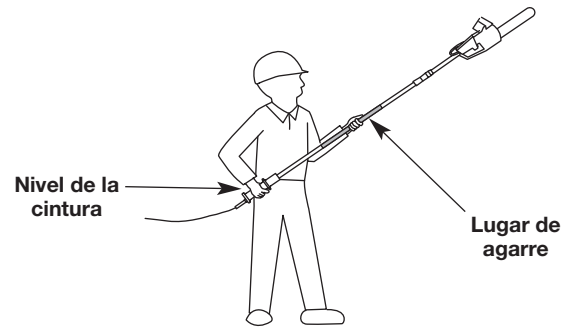

Fig. 12
- Sostenga la pértiga con la mano izquierda. Mantenga el brazo izquierdo recto. Mantenga siempre la pértiga en la zona de agarre (Fig. 12).
- Sujete la unidad a la altura de la cintura (Fig. 12).